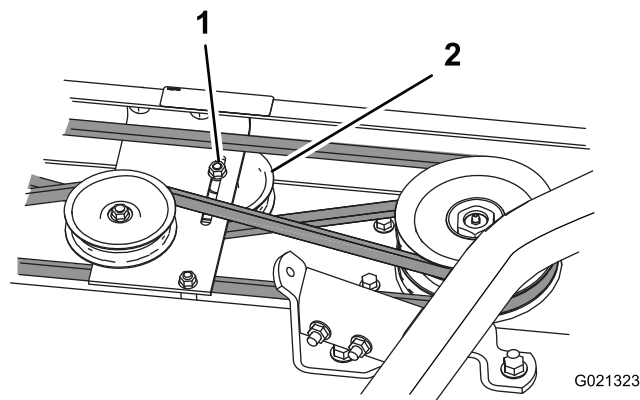

Figura 24
3. Desaperte as polias intermédias para libertar a tensão das correias (Figura 24).
4. Retire os parafusos de carroçaria, anilhas de bloqueio e porcas que prendem a caixa de engrenagens no sítio. Levante a caixa de engrenagens da placa de montagem e coloque-a na zona superior da unidade de corte (Figura 24).
7. Tensione a correia colocando a polia intermédia contra a correia e apertando a porca flangeada da polia intermédia (Figura 24).